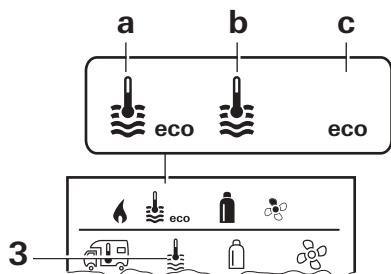

Fig. 6
- À l'aide du bouton rotatif / poussoir, sélectionnez l'icône dans la ligne de menu (Fig. 6 – 3).